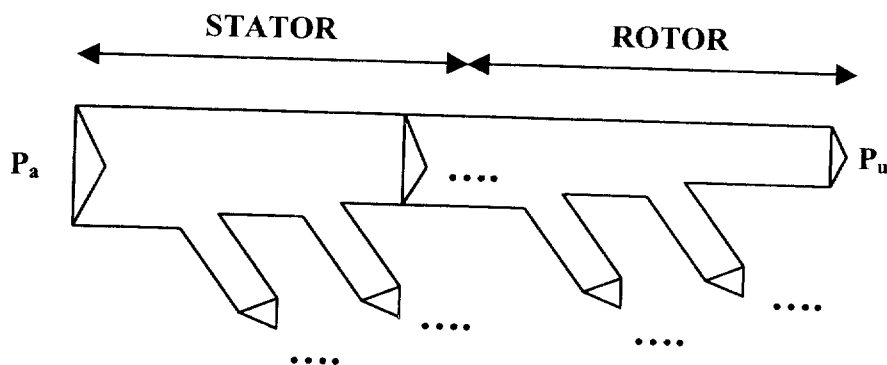

figure 5
2.1. Compléter l'arbre des puissances représenté figure 5 page 7 en précisant les notations utilisées.